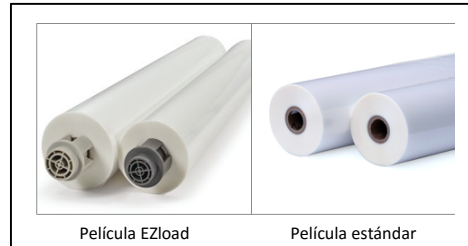

Figura 8
- M. **SUMINISTRO DE ROLLOS DE PELÍCULA:** La Pinnacle 27 usa rollos de película estándares, mientras que la Pinnacle 27 EZload usa películas de laminado EZLoad (figura 8).